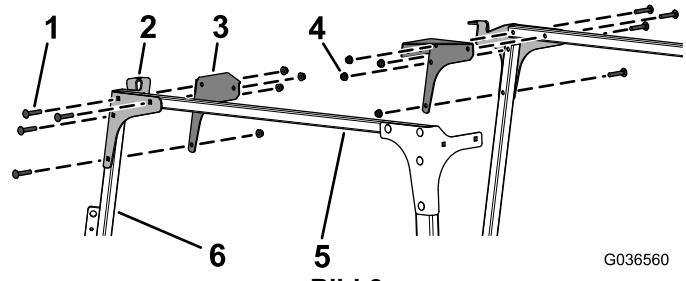

Bild 9
8. Befestigen Sie die linke und rechte Platte vorne und die Eckenverstärkungen lose mit acht Schlossschrauben (5/16" x 1-3/4") und acht Bundmuttern (5/16") an den Querverbindungsrohren und den linken und rechten Windschutzscheibenstützen, wie in **Bild 9** abgebildet.